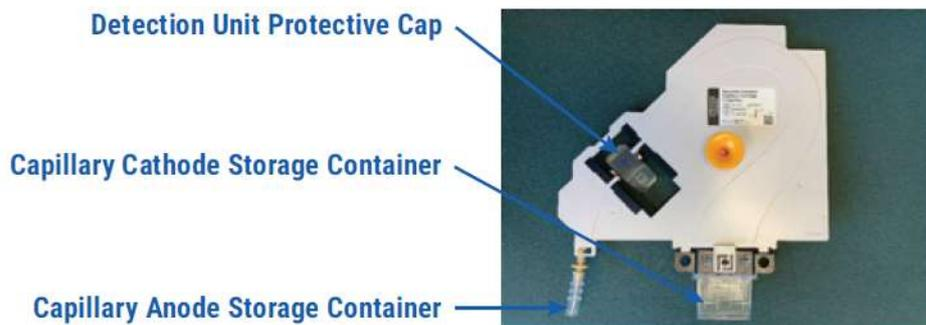
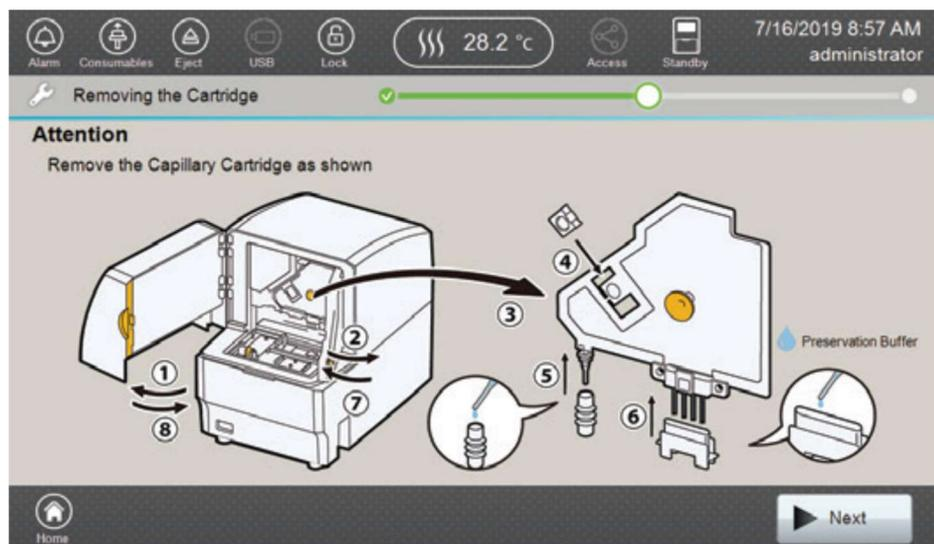

図 35 キャピラリーカートリッジの保護カバー
図 40 Removing the Cartridge 画面
7. キャピラリーカートリッジの検出ユニット、アノード、カソードに取り付けてある保護用のカバー（図 35）を取り外してください。取り付けしたキャピラリーカートリッジを後日装置から外して保管する場合は、これらの保護カバーを保管してください。（セクション 3.3 を参照）
4. **Next** のボタンを押すと Autosampler is moving という警告画面が表示されます。またステータスインジケータが緑の点滅中は、Do Not open door と表示されます。Removing the Cartridge の画面（図 40）が表示されるとステータスインジケータが緑の点灯に戻ります。
5. Removing the Cartridge 画面（図 40）が表示されたら、装置のドアを開けてください。
8. キャピラリーカートリッジ（図 41）の中央にある黄色のノブを持ってください。図 40 のステップ 3 に示されるように、始めにキャピラリーカートリッジの下の部分を上げながら手前にずらし、続いてキャピラリーカートリッジを上へずらして外してください。
9. 図 40 のステップ 4 に表示されているように、検出ユニットに保護カバーを取り付けてください。
10. キャピラリーカートリッジのアノード側の保護カバー（図 35）を 400ul の Preservation Buffer で満たし、図 40 のステップ 5 のとおりキャピラリーカートリッジに取り付けてください。
11. キャピラリーカートリッジのカソード側の保護カバー（図 35）を 4ml の Preservation Buffer で満たし、図 40 のステップ 6 のとおりキャピラリーカートリッジに取り付けてください。
13. オープンユニットのドアと装置のフロントドアを閉じてください。オートサンプラーがホームポジションに移動中は、ステータスインジケータがオレンジの点滅となり、ホームポジションへの移動が完了すると緑の点灯に変わります。Removing the Cartridge 画面（図 40）の **Next** のボタンを押し、続いて表示される Uninstall Completed 画面の **Finish** のボタンを押してください。